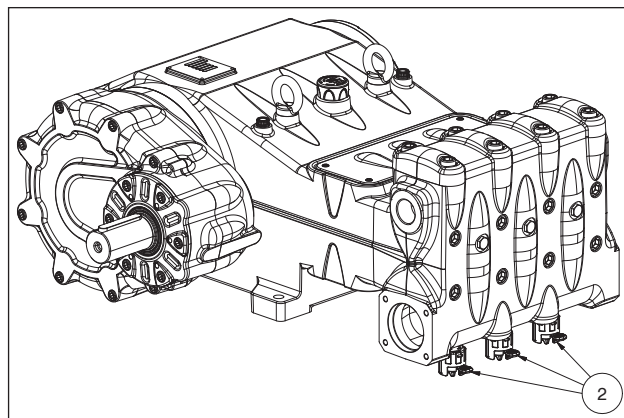

图 9
需要长时间存放或长时间不使用时，必须通过三个升阀装置(参阅位置② 图9)检查吸入阀和输出阀的良好运作。起动泵前，确保已经关闭了阀门。